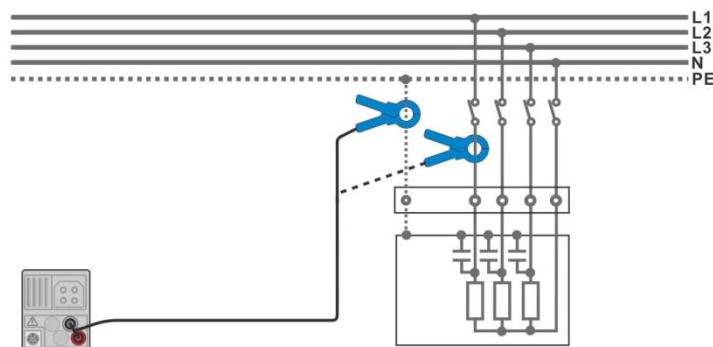

Abbildung 7.65: Ableitstrom- und Laststrommessungen
- › Schließen Sie die Stromzange am Prüfling an, siehe **Abbildung 7.65**.